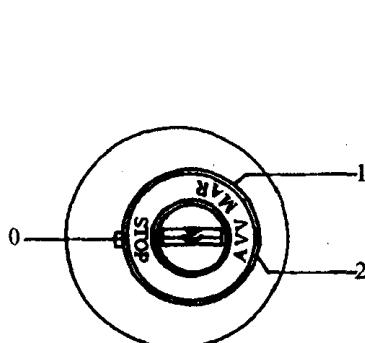

图 1-6 点火开关挡位图
(1) 点火开关
点火开关 7 装在方向盘右下方。将点火钥匙插入点火开关并向右转动到位置①(MAR)，见图 1-6，发动机电路和各种信号装置接通。然后，再将钥匙转到位置②(AVV)，并在发动机启动后立即松开钥匙。如果发动机没有立即起动，切勿使起动机连续工作超过 30s(秒)，另外必须在起动机停止工作 1min(分钟)以后，再重新起动，以免烧坏起动机。起动后保持低速运转至发动机达到最佳热工况。为确保涡轮增压器的使用寿命，发动机停车应怠速运转 1min，然后再将钥匙转向 0 位置停车。该位置为点火钥匙的插入和拔出位置，用以发动机熄火和转向锁止。
(2) 变速杆